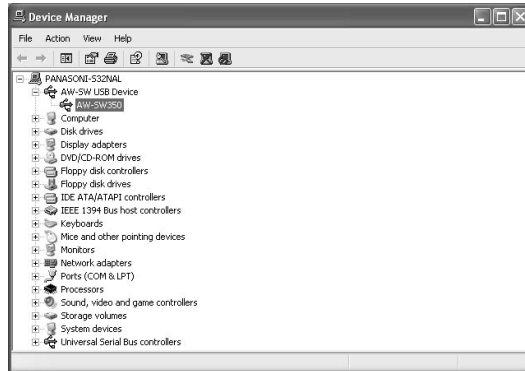

Abb.5 Geräte manager-Fenster
- 6** Um zu prüfen, ob der Gerätetreiber erfolgreich installiert worden ist, öffnen Sie den Geräte manager, wie in Abb.5 gezeigt, und prüfen Sie, ob der Eintrag "AW-SW USB Device:AW-SW350" vorhanden ist.